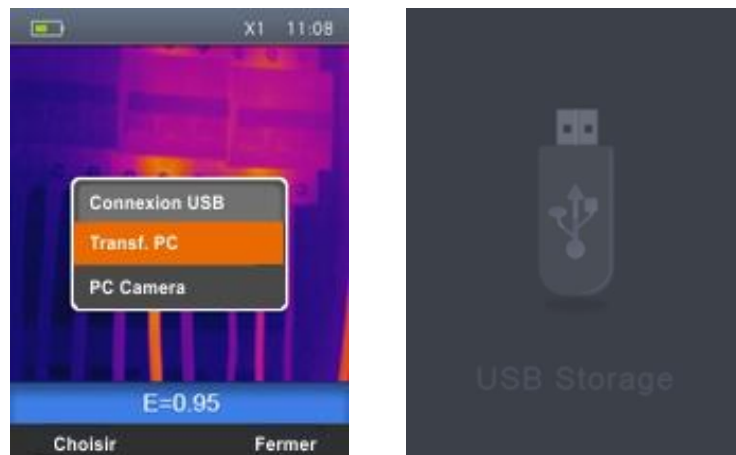

Fig. 38 : Transfert d'images/vidéos au PC
2. Connecter le câble USB à l'instrument (voir Fig. 3 – Partie 16) et au PC. La page-écran ci-dessous (voir Fig. 38 – partie gauche) est affichée :
4. Utiliser les touches \oplus ou \ominus pour sélectionner l'option « Transf. PC » et appuyer sur la touche « Choisir ». La page-écran de Fig. 38 – Partie droite est affichée
5. Appuyez sur l'icône de menu  et sélectionnez l'option "WiFi" (voir Fig. 38 - partie gauche) pour activer l'affichage en temps réel sur l'appareil mobile de l'image sur l'écran de l'instrument. L'écran de la Fig. 41 – partie centrée est affiché sur l'appareil mobile